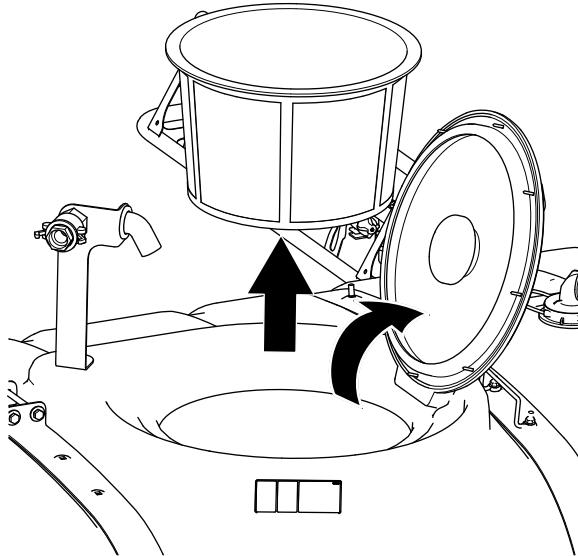

Figura 16
- Aprite il coperchio del serbatoio e rimuovete il cestello per la succhieruola (Figura 16).